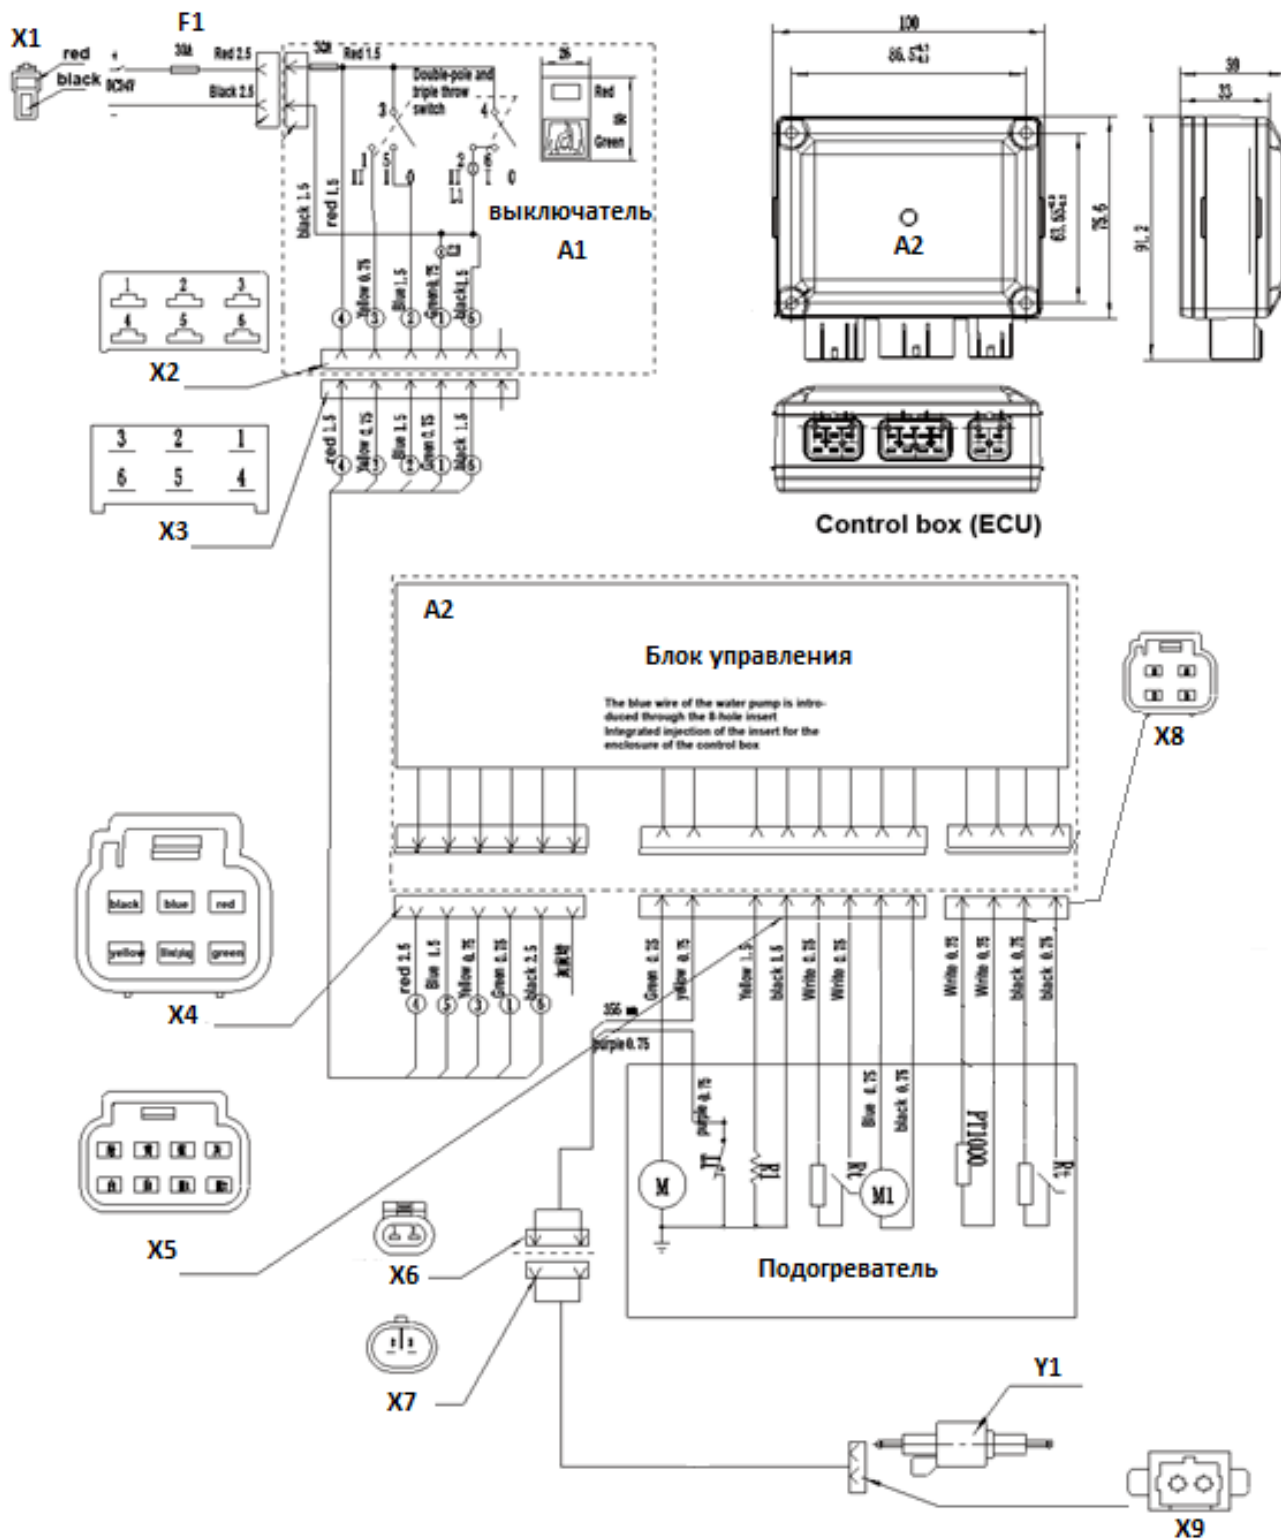

Рис.16 Электрическая схема
4.8.1 Подключение блока управления/подогревателя Электрическое подключение подогревателя выполняется по **Рис.16** Блок управления и подогреватель соединены переходным жгутом. Основной жгут проводов должен быть защищен от перетирания во всех случаях эксплуатации.